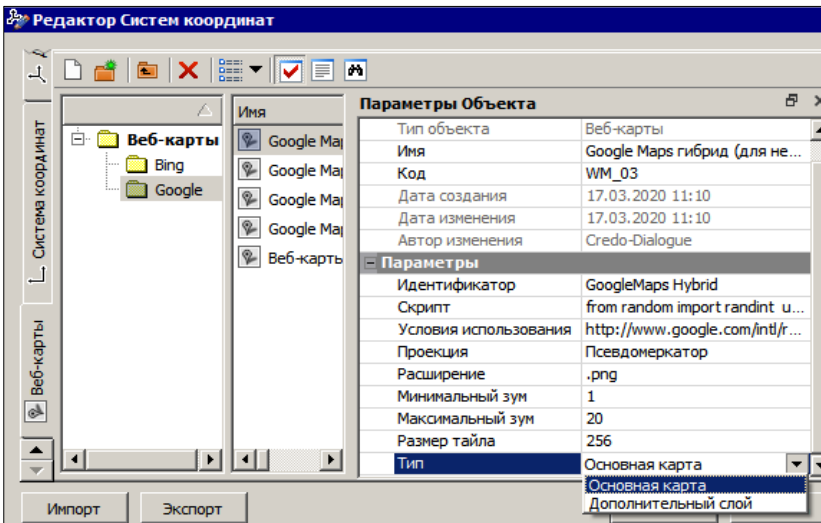

Рис. 7.27
- **Список веб-карт** соответствует списку ресурсов, заданных в диалоге команды **Системы координат и веб-карты** из меню **Установки** на вкладке **Веб-карты** (рис. 7.27).
В зависимости от **Типа** источника, выбранного в параметрах веб-карты, возможны варианты (рис. 7.27):